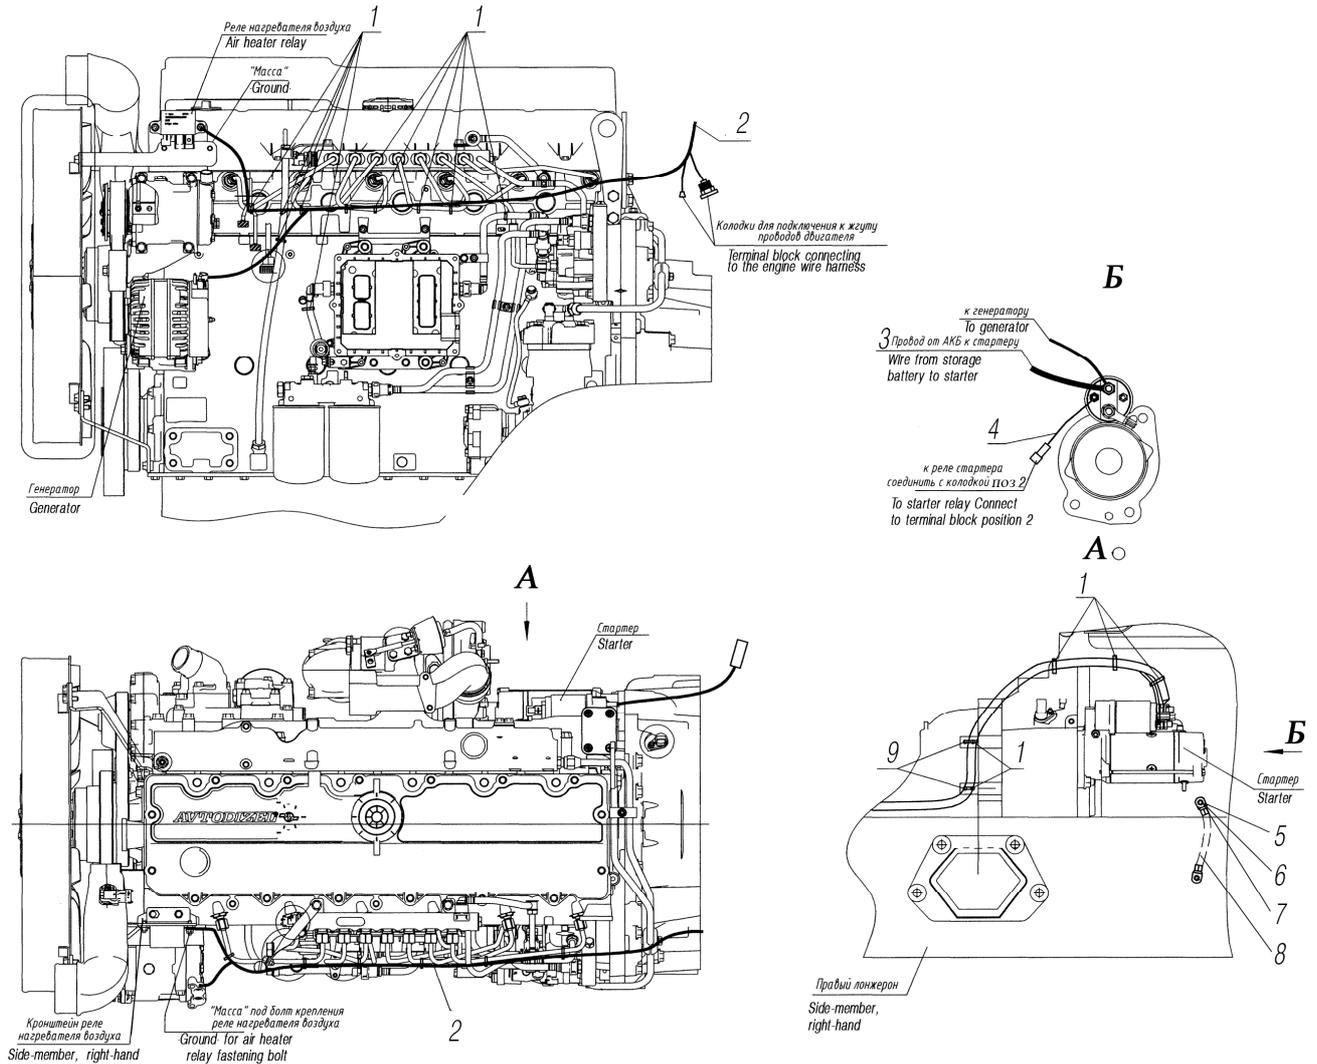

Рисунок 6.7
*¹ См. рисунок 6.7
See figure 6.7